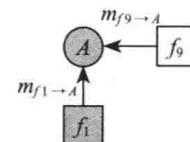

图 9-20 最后一步
③继续传播，直到所有的消息最终传到 A （见图 9-20）：